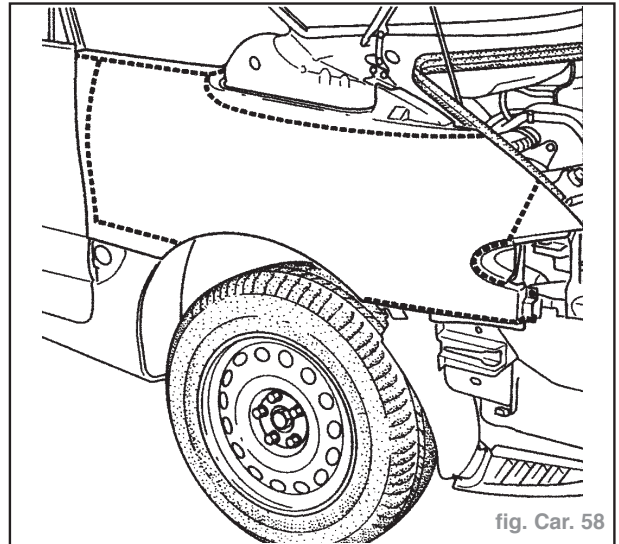

fig. Car. 58
- A l'aide d'une scie sensitive découper l'aile suivant le dessin (fig. Car. 58).